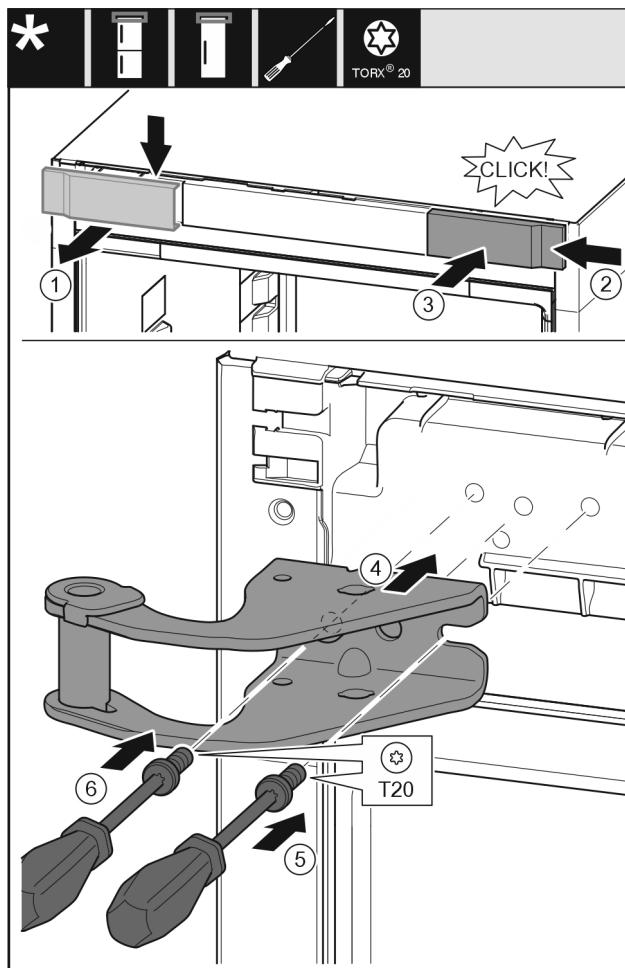

Fig. 14
- Odoberte kryt Fig. 14 (1) zhora dopredu.
- Zaveste kryt Fig. 14 (2) na druhú stranu sprava otočený o 180°.
- Zaklapnite kryt Fig. 14 (3).
- Nasadte hornú ložiskovú konzolu Fig. 14 (4).
- Nasadte skrutku Fig. 14 (5) a pevne ju zaskrutkujte skrutkovačom.
- Nasadte skrutku Fig. 14 (6) a pevne ju zaskrutkujte skrutkovačom.